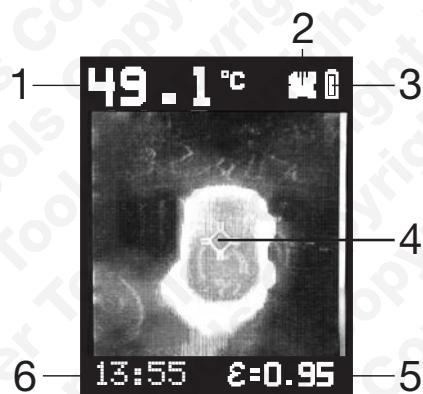

Fig. 6
- Una volta caricato il software (8 - 10 secondi), premere il grilletto D per eseguire la scansione. Spostare il dispositivo finché il punto caldo (o freddo) desiderato non viene visualizzato al centro dello schermo. Se è acceso il **mirino laser**, questo aiuta nel posizionamento. La temperatura misurata del punto caldo o freddo centrato nel mirino viene visualizzata sull'angolo superiore sinistro dello schermo (1 in Fig. 6).